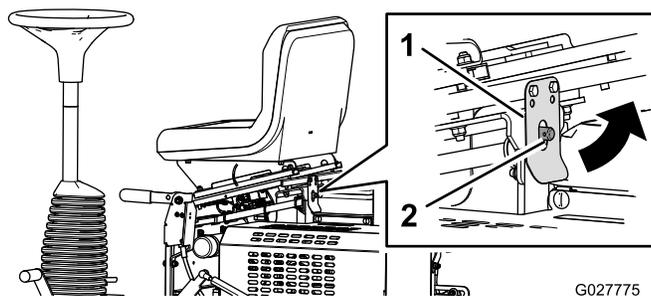

Figura 33
2. Tirate indietro il dispositivo di chiusura del sedile e inclinate il sedile in avanti (Figura 33).